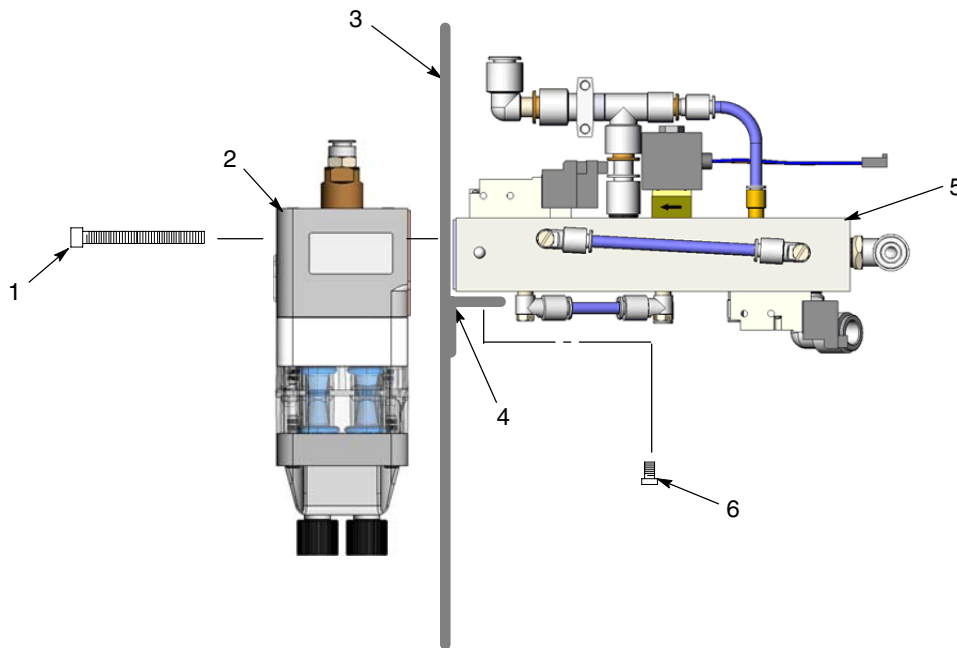

Abb. 18 Pumpe und Verteilerblock installieren
1. Siehe Abbildung 18. Sicherstellen, dass die Dichtungen an Pumpe (2) und Verteilerblock (5) nicht beschädigt sind. Wenn die Dichtungen beschädigt sind, ersetzen.
2. Den Verteilerblock auf die passende Montagehalterung (4) an der Wand der Pumpenkonsole (3) setzen. Den Verteilerblock mit den Befestigungsschrauben (6) befestigen, aber die Schrauben noch nicht anziehen.
3. Die Pumpe mit den Pumpenbefestigungsschrauben (1) an der Pumpenkonsole befestigen. Die Pumpenbefestigungsschrauben fest anziehen.